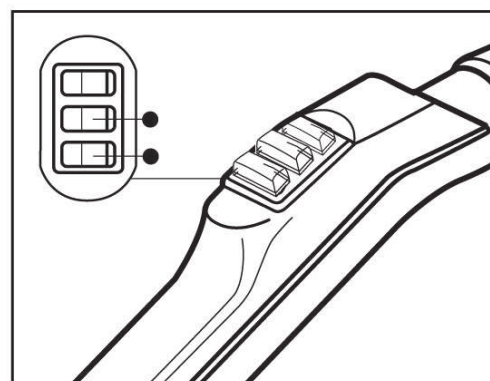
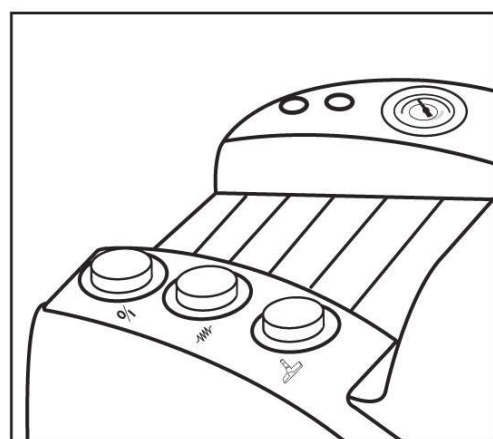

Fig. 14
Fig. 15
Når du skal stoppe apparatet, vrir du betjeningsbryterne for damp og suging på håndtaket (21) til AV-posisjon (fig. 14). Sett bryterne på apparatet til AV-posisjon (fig. 15) og trekk støpselet ut av kontakten.